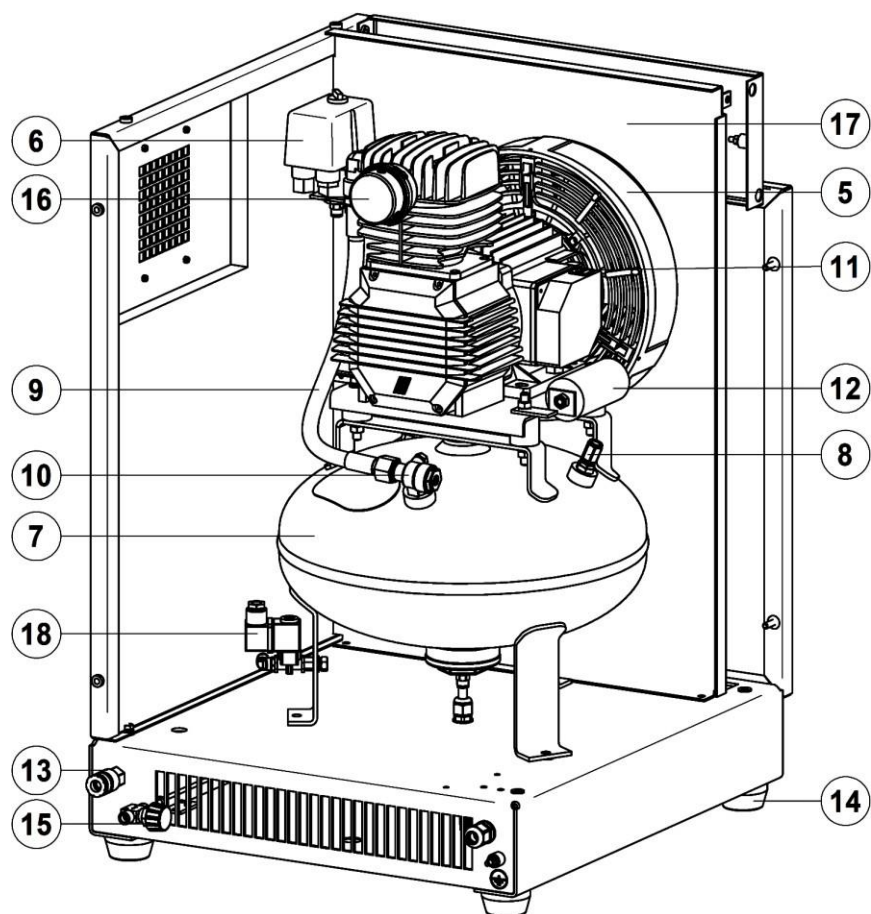

Рисунок 3 - Общий вид компрессора СБ4-16.GMS150K
- Выверните фильтр **16** (рис. 3, 5) при обслуживании компрессора с поршневым блоком GMS150. Ослабьте крышку всасывающего фильтра;